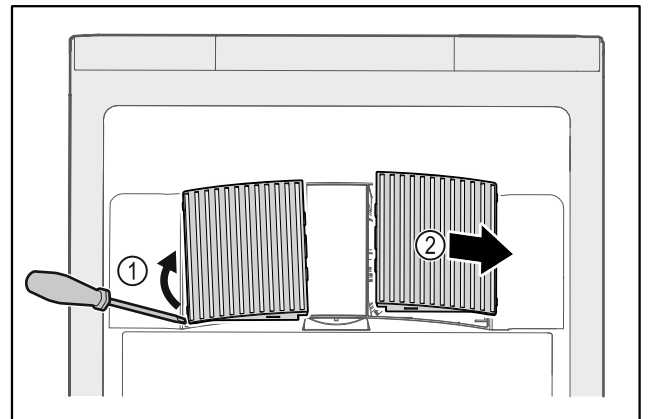

Fig. 200
- ▶ Opatrne vytiahnite kryty ventilátorov z bočnej strany Fig. 200 (1) a vyberte ich smerom dopredu Fig. 200 (2).